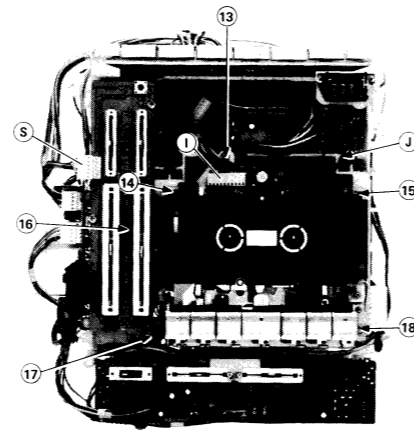

Figure 9-1
- 2) Pull out the socket (I) connected to the mechanism P.W.B., and the socket (Q) and (R) connected to the record/playback amplifier P.W.B. See Figs. 9-1 and 9-3.
- 3) Take the tape counter drive belt (J) off. See Fig. 9-1.
- 4) Remove the screws (13) to (18) from the mechanism block, and take it off. See Fig. 9-1.
- 2) Pull out the socket (I) connected to the mechanism P.W.B., the socket (O) connected to the power amplifier P.W.B. and the sockets (Q) and (R) connected to the record/playback amplifier P.W.B. See Figs. 9-1, 9-2 and 9-3.
- 2) Pull out the sockets (K) and (P) connected to the POWER P.W.B. and the socket (S) connected to the OUTPUT VOLUME/RECORD LEVEL CONTROL P.W.B. See Figs. 9-1 and 9-2.
- 2) Den an die Mechanismus-Leiterplatte angeschlossenen Anschluß (I) und die an die Aufnahme-/Wiedergabeverstärker-Leiterplatte angeschlossenen Anschlüsse (Q) und (R) herausziehen. Siehe Abb. 9-1 und 9-3.
- 3) Den Bandzählwerk-Antriebsriemen (J) abnehmen. Siehe Abb. 9-1.
- 4) Die Schrauben (13) bis (18) vom Mechanismusblock abschrauben und den Mechanismusblock entfernen. Siehe Abb. 9-1.
- 2) Den an die Mechanismus-Leiterplatte angeschlossenen Anschluß (I), den an die Endverstärker-Leiterplatte angeschlossenen Anschluß (O) und die an die Aufnahme-/Wiedergabeverstärker-Leiterplatte angeschlossenen Anschlüsse (Q) und (R) herausziehen. Siehe Abb. 9-1, 9-2 und 9-3.
- 2) Die an die Stromversorgungs-Leiterplatte angeschlossenen Anschlüsse (K) und (P) und den an die Ausgangslautstärke-/Aussteuerungsregler-Leiterplatte angeschlossenen Anschluß (S) herausziehen. Siehe Abb. 9-1 und 9-2.
- 2) Retirer la douille (I) connectée à la plaquette de montage imprimé du mécanisme, et les douilles (Q) et (R) connectées à la plaquette de montage imprimé de l'amplificateur d'enregistrement/lecture. Voir les Figures 9-1 et 9-3.
- 3) Retirer la courroie d'entraînement (J) du compteur de bande. Voir la Fig. 9-1.
- 4) Enlever les vis (13) à (18) du bloc du mécanisme, et retirer celui-ci. Voir la Fig. 9-1.
- 2) Retirer la douille (I) connectée à la plaquette de montage imprimé du mécanisme, la douille (O) connectée à la plaquette de montage imprimé de l'amplificateur d'alimentation, et les douilles (Q) et (R) connectées à la plaquette de montage imprimé de l'amplificateur d'enregistrement/lecture. Voir les Figures 9-1, 9-2 et 9-3.
- 2) Retirer les douilles (K) et (P) connectées à la plaquette de montage imprimé de l'alimentation et la douille (S) connectée à la plaquette de montage imprimé de la commande de volume de sortie/niveau d'enregistrement. Voir les Figures 9-1 et 9-2.